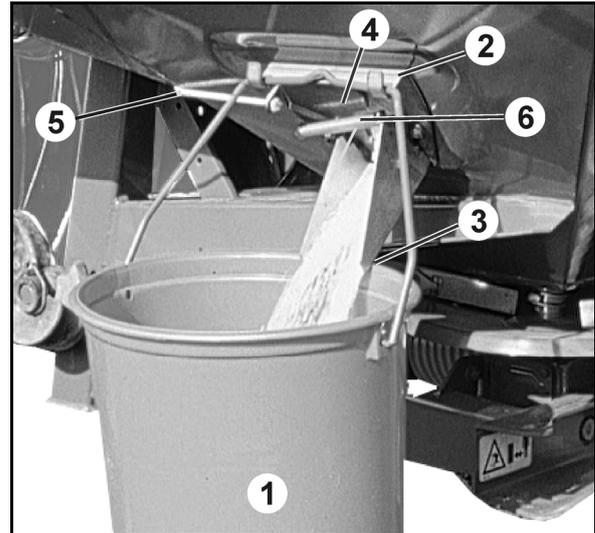

Fig. 66
1. Accrochez l'auget d'étalonnage (Fig. 66/1) à l'aide de l'étrier sur le support (Fig. 66/2). Bloquez l'auget d'étalonnage dans le dispositif de verrouillage (Fig. 66/3).
2. Ouvrez complètement le clapet latéral (Fig. 66/4) de la glissière de décharge pendant env. 5 s en tirant sur le filin (Fig. 66/5) (pour garantir un écoulement d'engrais homogène). Reversez ensuite la quantité d'engrais recueillie dans la trémie de l'épandeur.
5. Effectuez le parcours test de manière précise, du point de départ au point d'arrivée, dans les conditions du champ, c.-à-d. avec une vitesse de travail constante et préétablie. A l'aide du filin (Fig. 66/5), ouvrez complètement le clapet latéral (Fig. 66/4) de la glissière de décharge exactement au point de départ du parcours test (tirez jusqu'à la butée) et fermez-le au point d'arrivée (en relâchant le filin, le ressort tire (Fig. 66/6) le clapet latéral en position de fermeture).